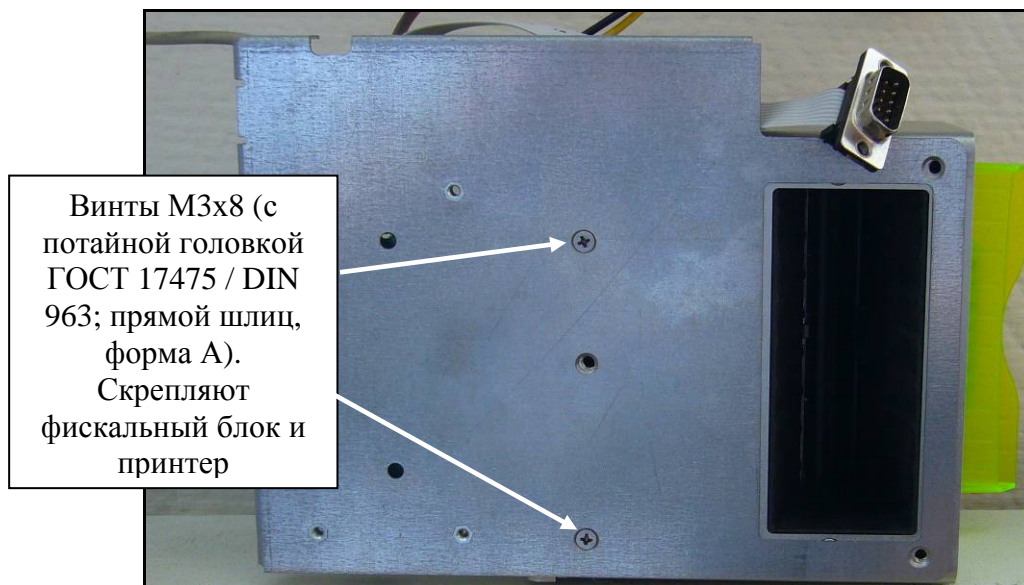

Рисунок 18 – Крепление фискального блока к принтеру.
- 4.6. Закрутите двумя винтами М3х8 (с потайной головкой ГОСТ 17475 / DIN 963; прямой шлиц, форма А) получившуюся конструкцию (см. рис. 18).